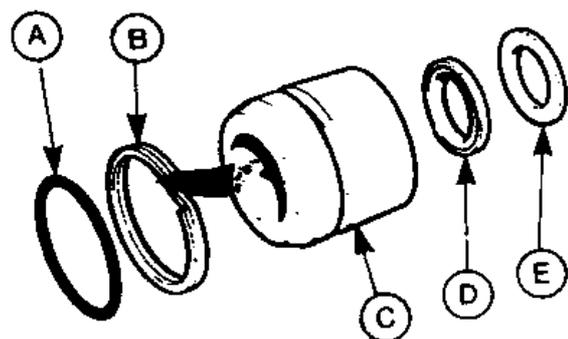

Рис.11.45. Опорный подшипник и уплотнения (Разд.35)
23. Пользуясь защитной фольгой или бумагой, как описано в пункте 17, наденьте внутренние манжеты на рейку (сначала манжету с канавкой), затем установите внутренние манжеты опорного подшипника рейки (Рис.11.45).